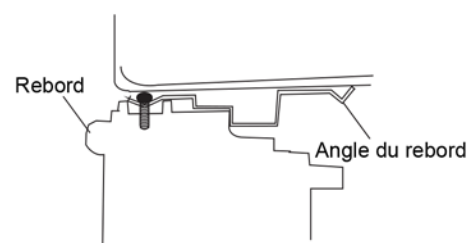

Fig.12
2. Placez le caisson dans la fenêtre avec l'angle inférieur du rebord fermement assis sur le rebord de fenêtre comme illustré. Déplacez la fenêtre temporairement derrière l'angle du haut pour maintenir le caisson en place (Fig.12).
Étape 2. Repérez une ligne sur le panneau isolant R1 d'une longueur inférieure de 3 mm (1/8 po) à la largeur mesurée à l'étape 1, puis découpez le panneau isolant R1 suivant la ligne (Fig. 12).